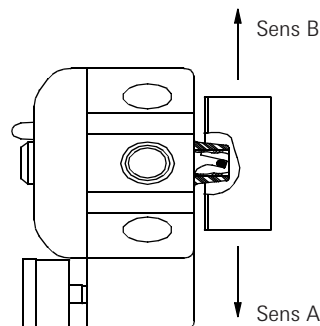
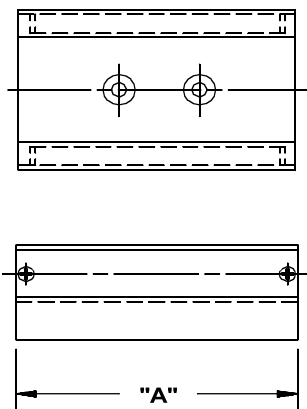

Figure 5-1
Figure 5-2
Le block magnétique linéaire fourni avec le positionneur doit correspondre à la course et au sens de marche de l'actionneur. Afin de s'assurer que le block magnétique est approprié, vérifier la course et le sens de marche inscrits sur la pièce. Sur les anciens SmartCal, ces informations ne sont pas inscrites sur le block magnétique, mais il y a le numéro de série. Contacter l'usine avec le numéro de série afin de vérifier s'il correspond bien aux caractéristiques de l'actionneur. (Voir la figure 5-1 et la figure 5-2).
- En cas d'application linéaire, le block magnétique de rétroaction doit être commandé suivant la course et la direction de repli de l'actionneur (Voir figure 5-1 & 5-2).